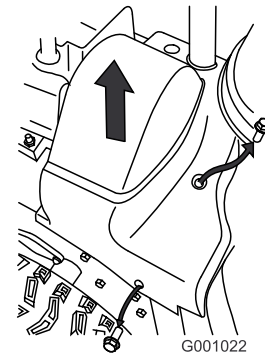

Figure 36
2. Soulevez le côté droit du couvercle de courroie (Figure 36).